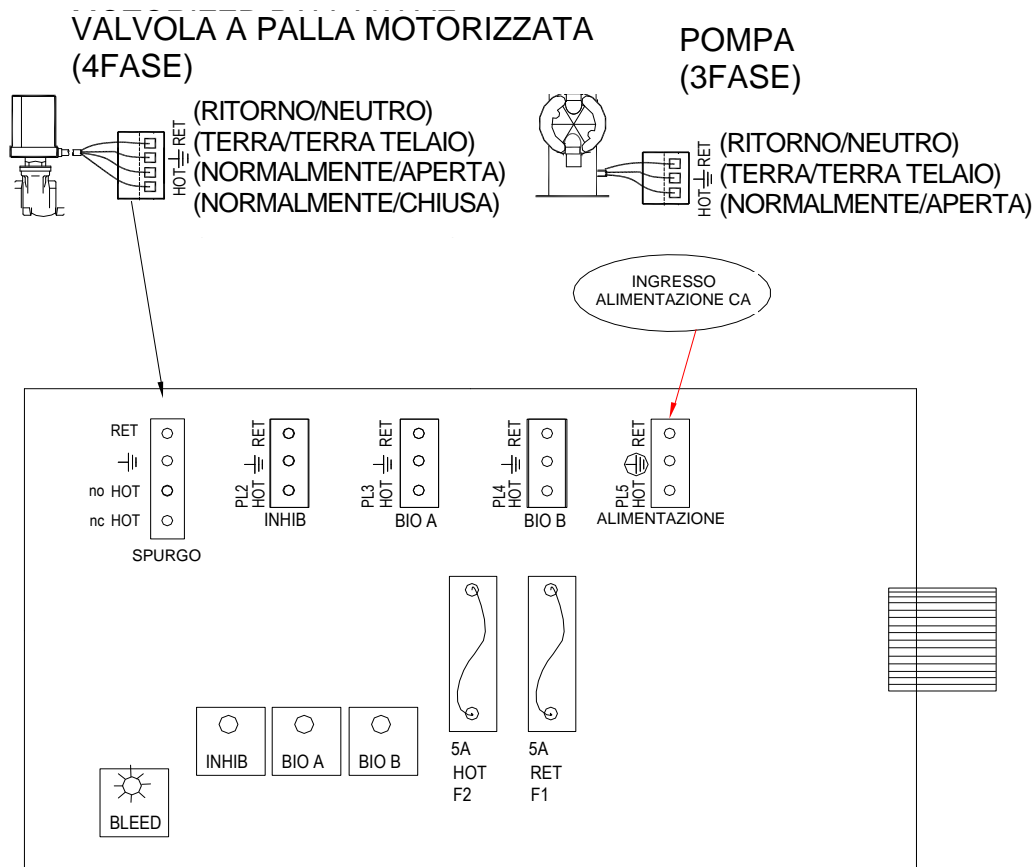

Fig. 6
La circuiteria elettronica di ingresso *MicroVision* è protetta da fusibile sia sugli ingressi hot che su quelli neutri servendosi di un fusibile sostituibile da 5 Amp (Fig .6).
I controller delle canaline hanno delle aperture per consentire la stesura del cablaggio. (Vedere Fig. 6) per i collegamenti di alimentazione in ingresso e in uscita. Servirsi unicamente di cavo-treccia da 18 AWG (1,2 mm²) per i collegamenti di corrente e di carico nelle canaline. L'alimentazione (ingresso) è collegata tramite un **PL5** ubicato sulla scheda relè (Fig. 6). La parte superiore di questo blocco terminali è rimovibile, per consentire un facile accesso alle tre (3) viti del connettore.
Le connessioni a bassa tensione si trovano sulla scheda bassa tensione (lato destro) (Fig. 6). Servirsi di un cavo 22-24 AWG ($.76 \text{ mm}^2$) per: sensore di flusso, livelli cestello, allarme secco e collegamenti del contatore dell'acqua. Questi cavi di segnale devono essere posizionati separatamente dalle linee elettriche CA.